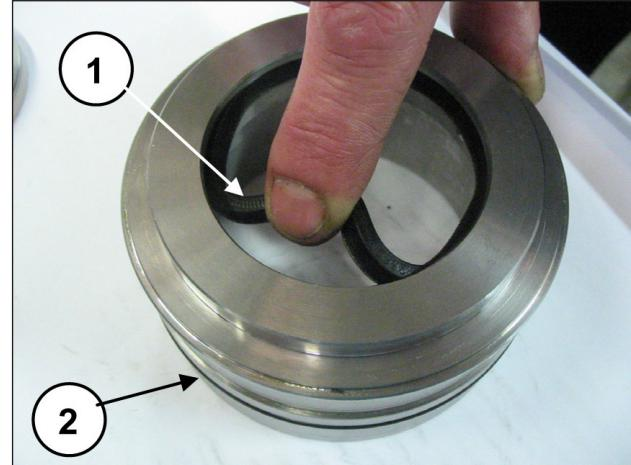

图 196
将低压密封圈插入KC密封圈支架（位置①，图 196），请注意组装方向，使密封唇（朝向头部）和O形圈（位置②，图 196）向前。